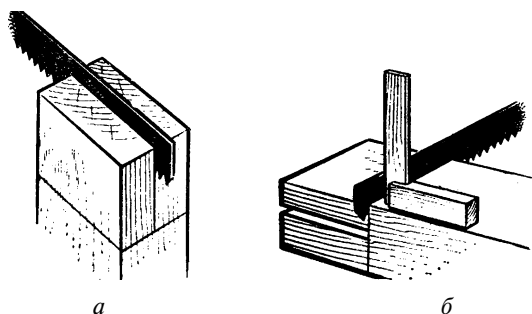

Рис. 12. Распиливание брусков:
- Продольное распиливание брусков по разметке (рис. 12а).
- Поперечное распиливание удаляемой части (рис. 12б).